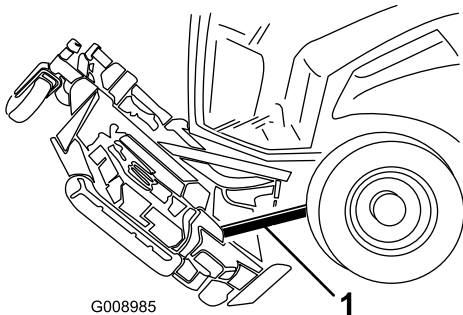

Bild 125
6. Schieben Sie ein Holz zwischen die Rückseite des Mähwerks und die Maschine (Bild 125).